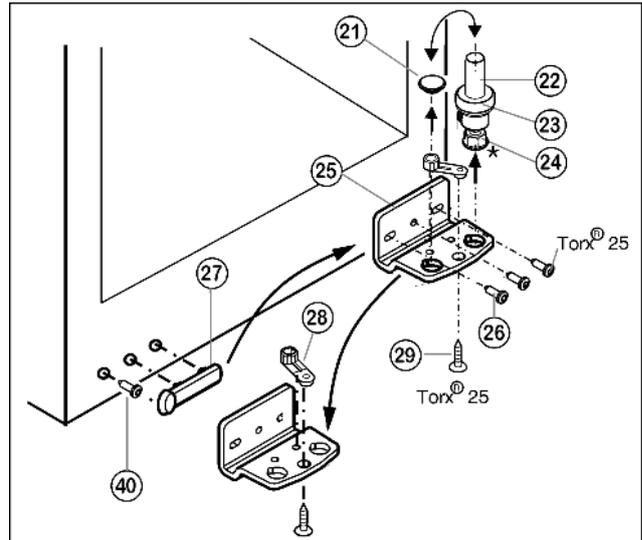

Fig. 5
- ▶ Извлеките опорный винт Fig. 5 (22) в комплекте с шайбой Fig. 5 (23) и регулируемой опорой* Fig. 5 (24), вытягивая его вверх.
- ▶ Снимите пробку Fig. 5 (21).
- ▶ Открутите Fig. 5 (26) опорный кронштейн Fig. 5 (25).
- ▶ Открутите Fig. 5 (29) опорную деталь Fig. 5 (28) и, переставив в отверстие на противоположной стороне опорного кронштейна, снова прикрутите.
- ▶ Осторожно снимите и переставьте на противоположную сторону крышку со стороны ручки Fig. 5 (27) и винт Fig. 5 (40).
- ▶ Снова прикрутите опорный кронштейн Fig. 5 (25) на новой стороне шарнира (**с моментом 4 Нм**). При необходимости используйте аккумуляторный шуруповёрт.
- ▶ Переставьте пробку Fig. 5 (21) в свободное отверстие.
- ▶ Вновь установите опорный винт Fig. 5 (22) в комплекте с шайбой и регулируемой опорой*. При этом фиксатор должен быть направлен назад.